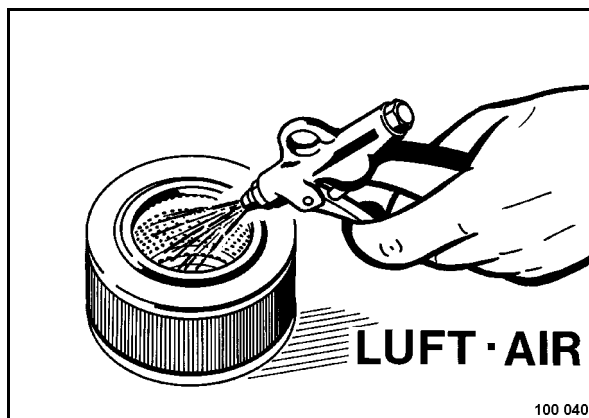

Рис. 68
- Прочистить воздушный фильтр (Рис. 68) сухим сжатым воздухом (макс. 5 бар (72 фунтов на кв. дюйм)) изнутри наружу.